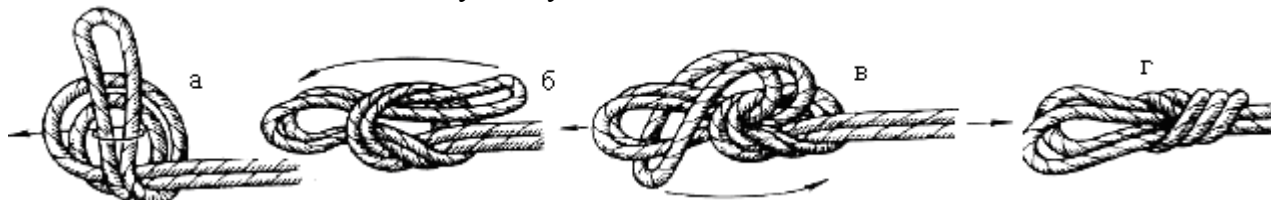

Рис. 6. Подвійний провідник, а - г – етапи в'язання
**Завдання 6.** Навчитися в'язати вузли петель: подвійний провідник або «заячі вушка» (рис.6).